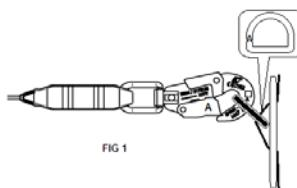

FIG 1
5. Το άκρο του ιμάντα συνδέεται στον κατάλληλο δακτύλιο σχήματος D της εξάρτησης ασφαλείας στην πλάτη μέσω μόνιμου αυτόματου συνδέσμου (M47) σύμφωνα με το πρότυπο EN 362:2004 (fig.1). Απαγορεύεται η χρήση επέκτασης μεταξύ του δακτυλίου σχήματος D της εξάρτησης ασφαλείας και του blocfor. Το blocfor™ 1.8 μπορεί να συνδεθεί στο σημείο αγκύρωσης στο μπροστινό και πίσω μέρος της πλεξούδας. Σημείωση: Συνιστάται και πιο άνετη η σύνδεση του blocfor™ 1.8 με το πίσω σημείο αγκύρωσης της καλωδίωσης.